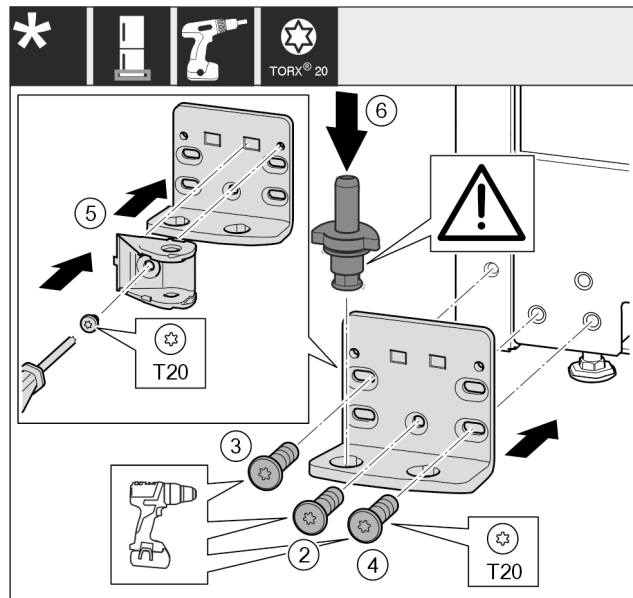

Fig. 18
- ▶ 将托架安装到另一侧，并借助螺丝刀旋紧。用螺钉 Fig. 18 (2) 从底部的中心开始。
- ▶ 拧紧螺钉 Fig. 18 (3) 和螺钉 Fig. 18 (4)。